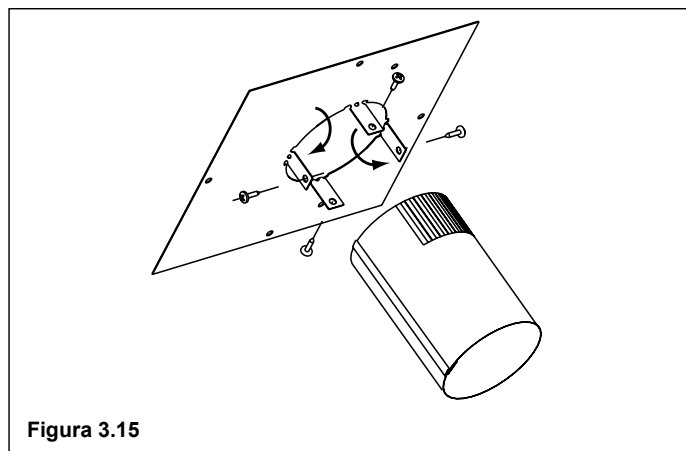

Figura 3.15
- En la placa de montaje, doble las pestañas hacia abajo con la mano. Deslice las pestañas sobre la parte exterior del tubo inicial. Fije con cuatro tornillos para lámina metálica que se incluyen en el paquete de sujetadores. Figura 3.15.